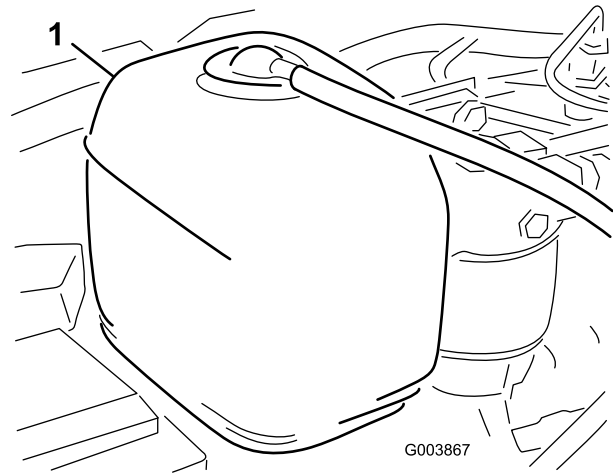

Bild 25
1. Prüfen Sie den Kühlmittelstand im Ausdehnungsgefäß (Bild 25).